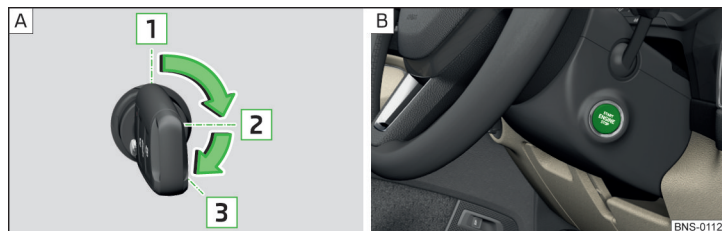

Fig. 251 Positions de la clé du véhicule dans le contacteur d'allumage / bouton de démarrage
Positions de la clé du véhicule dans le contacteur d'allumage » fig. 251 - **A**
➤ Appuyez sur le bouton » fig. 251 - **B**, le contact est mis/coupé.
- Pour les véhicules avec un **contacteur d'allumage**, tournez la clé dans la position **3** » fig. 251 à la page 214 - **A**, le processus de démarrage s'exécute. Puis relâchez la clé, le moteur démarre automatiquement.
- Pour les véhicules avec un **bouton de démarrage**, appuyez brièvement sur le bouton » fig. 251 à la page 214 - **B**, le moteur démarre automatiquement.
- Pour les véhicules avec un **contacteur d'allumage**, tournez la clé dans la position **1** » fig. 251 à la page 214 - **A**.
- Pour les véhicules avec un **bouton de démarrage**, appuyez sur le bouton » fig. 251 à la page 214 - **B**, le moteur et le contact sont coupés en même temps.
➤ Maintenez le bouton appuyé » fig. 251 à la page 214 -  ou appuyez deux fois en 1 seconde.